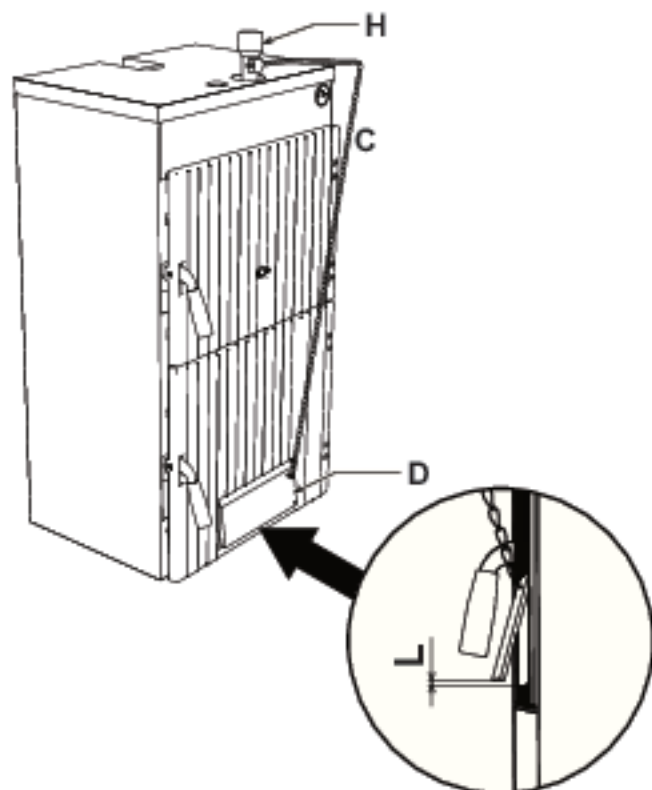

рис. 2 - Монтаж
2. Установите термостатический регулятор "Н" рис. 2.
4. С помощью предусмотренного для этой цели винта регулируйте дверцу воздухооборника так, чтобы при опущенной дверце зазор для прохода воздуха составлял 1 - 2 мм, но не более. При холодном котле поставьте термостат на 80°. Прикрепите защелку "С" к проушине "D" дверцы воздухооборника и регулируйте ее длину так, чтобы зазор для прохода воздуха "L" (рис. 2) составлял около 15 мм при использовании каменного угля "сок в 8" и 2 мм при использовании древесного топлива.
С помощью предустановленного для этой цели винта регулируйте дросель воздухозаборника так, чтобы при опущенной дверце величина зазора для прохода воздуха составляла 1 - 2 мм, но не более. При холостой работе поставьте термостат на 0°. При работе целиком прокрутите дверцу воздухозаборника и регулируйте ее длину так, чтобы зазор для прохода воздуха "L" (рис. 2) составил около 15 мм при использовании известного типа "coke III" и 2 мм при использовании древесного топлива.